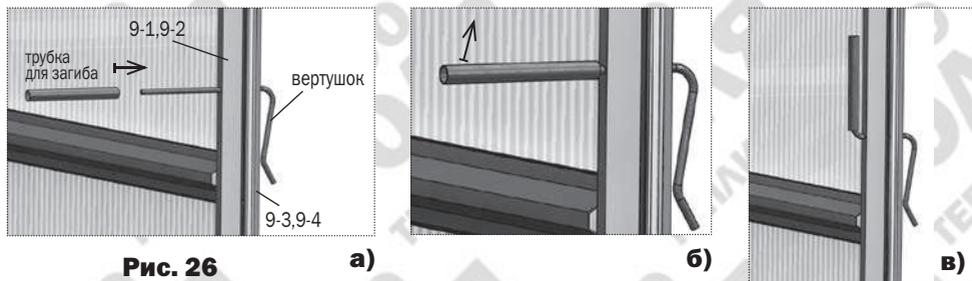

Рис. 26
**8.** Проволочный вертушок для запираания дверей и форточек вставляется в отверстия стоек дверного проема прямым концом с наружной стороны до упора. С помощью трубки выполняется загиб внутреннего прямолинейного конца рукой вверх (рис. 26). Такая конструкция вертушка позволяет упруго прижимать двери и форточки торцов в закрытом состоянии, находясь как снаружи так и внутри теплицы.